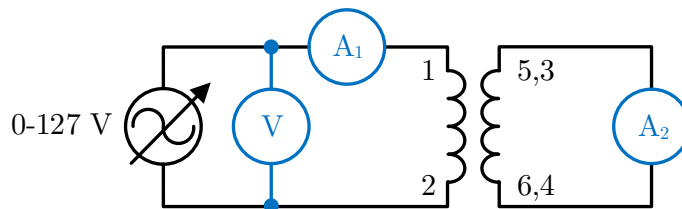

Figura 2: Mediciones de cortocircuito en el secundario del transformador.
1. Armar el circuito como se muestra en la Figura 2. Las terminales (8,4) se cortocircuitan a través de un amperímetro y posteriormente las terminales (3,7).